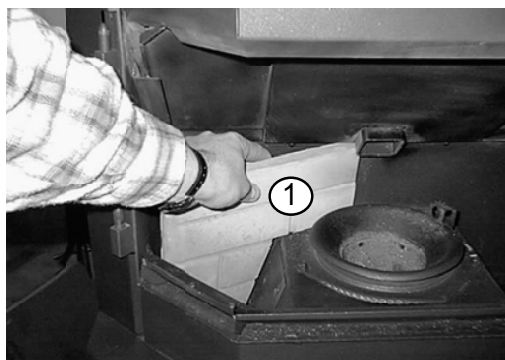

Figure 21.1
2. Glissez la partie inférieure de la brique de gauche en premier ; faites tourner l'angle supérieur vers l'arrière de l'appareil et puis faites tourner le bord extérieur vers l'arrière de l'appareil, jusqu'à ce que la brique glisse en place. **Figure 21.1.**